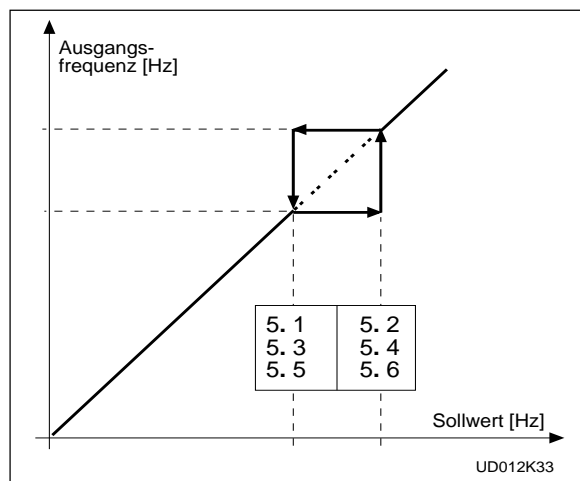

Bild 4.5-16 Beispiel der Programmierung der Frequenzausblendg.
5. 4 Mit diesen Parametern ist es möglich, 3 Frequenzbereiche zwischen 0 und 120/500Hz zu überspringen. Genauigkeit der Einstellung ist 0,1/1Hz. Siehe Bild 4.5-16. Die obere Grenze ist immer zuerst einzustellen.